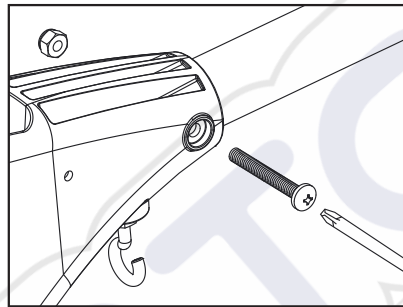
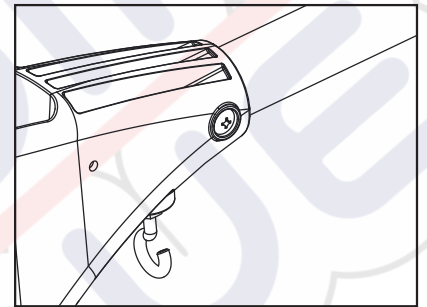

Figure 2
Figure 3
2. Retirez le boulon 1/4-20 x 2 po et le contre-écrou de nylon 1/4-20 du sac de quincaillerie fourni. Insérez le contre-écrou de nylon 1/4-20 dans la poche hexagonale sur le nez du cadre. (Figure 2)
3. À l'aide d'un tournevis cruciforme, enfitez le boulon dans le contre-écrou de nylon mentionné à l'étape 2 (figure 2). Serrez le boulon jusqu'à voir son extrémité alignée avec le haut de l'écrou. (Figure 3)